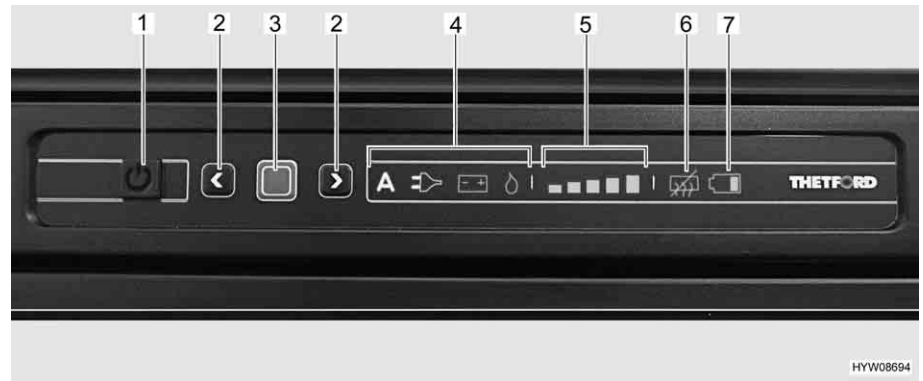

Fig. 179 Boutons de commande pour le réfrigérateur
Lorsque le réfrigérateur est mis en marche, il choisit automatiquement le dernier réglage du thermostat. Ce réglage peut cependant être corrigé manuellement à l'aide des touches fléchées (Fig. 179,2). Les barres lumineuses de l'indicateur du degré de refroidissement (Fig. 179,5) indiquent le réglage sélectionné du thermostat.
La température de réfrigération de tous les trois types d'énergie est réglée avec les touches fléchées (Fig. 179,2). Il faudra attendre quelques heures pour que le réfrigérateur atteigne la température de réfrigération réglée. Il garde toutefois son réglage de température lorsqu'on change d'un mode à un autre. La température de réfrigération est maintenue indépendamment du type d'énergie choisi.
- Appuyer sur la touche Marche/Arrêt (Fig. 179,1) pendant 1 seconde. La touche s'allume en vert. Les affichages s'allument pendant 10 secondes puis sont réduits pour économiser de l'énergie.
- Appuyer sur la touche de confirmation (Fig. 179,3). Le réglage actuel du mode de fonctionnement est affiché.
- Appuyer sur la touche de confirmation (Fig. 179,3) pendant env. 2 secondes. Les symboles des modes de fonctionnement (Fig. 179,4) clignotent.
- Sélectionner le mode de fonctionnement désiré avec les touches fléchées (Fig. 179,2).
- Appuyer sur la touche de confirmation (Fig. 179,3) pendant env. 2 secondes. Les symboles des modes de fonctionnement clignotent.
- Appuyer de nouveau sur la touche de confirmation. L'affichage de l'intensité de réfrigération (Fig. 179,5) clignote.
- Sélectionner la puissance de réfrigération désirée avec les touches fléchées (Fig. 179,2).
- Appuyer sur la touche Marche/Arrêt (Fig. 179,1) pendant env. 2 secondes. Toutes les lampes s'éteignent.
- Appuyer simultanément sur les deux touches fléchées (Fig. 179,2) pendant env. 2 secondes. Le symbole "Anti-condensation éteinte" (Fig. 179,6) s'allume.
- Appuyer simultanément sur les deux touches fléchées (Fig. 179,2) pendant env. 2 secondes. Le symbole "Anti-condensation éteinte" (Fig. 179,6) s'éteint.